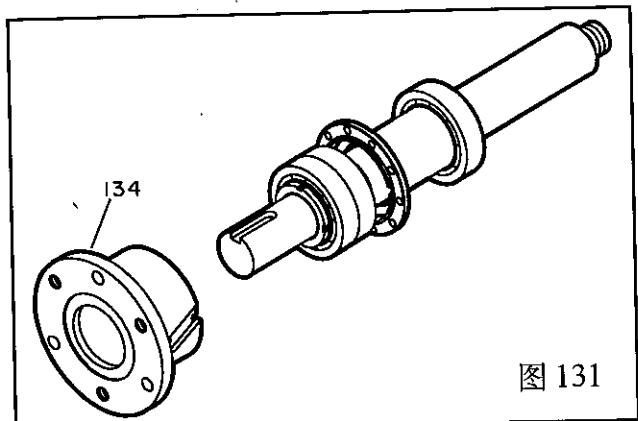

图 131
15. 将轴组件装入轴承架(228A)内，检查轴是否能转动自如。(图131)